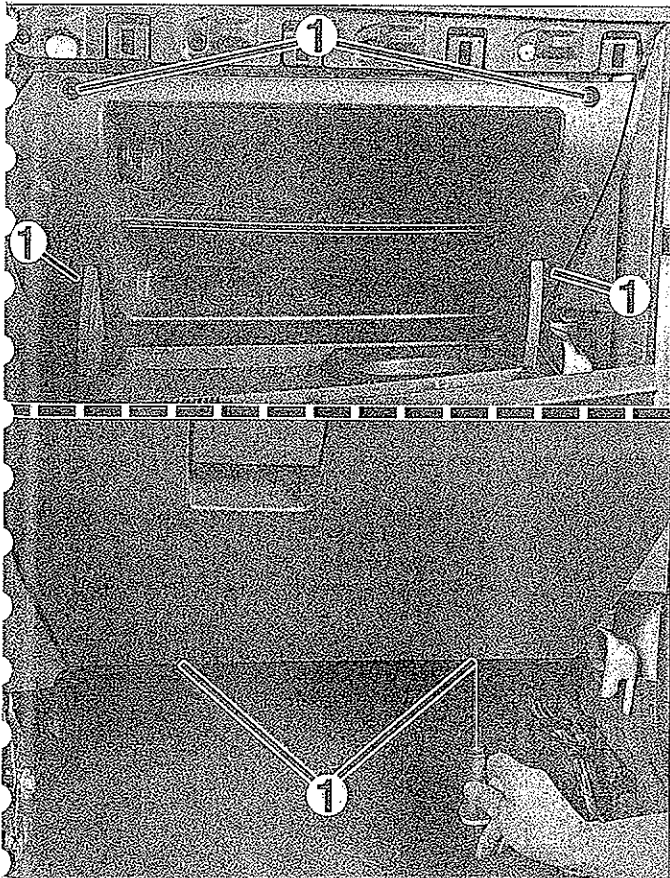

FIG. 5
- Desmontar los tornillos de fijación (1) de la guantera (fig. 5).
- Desmontar la guantera (fig. 5).